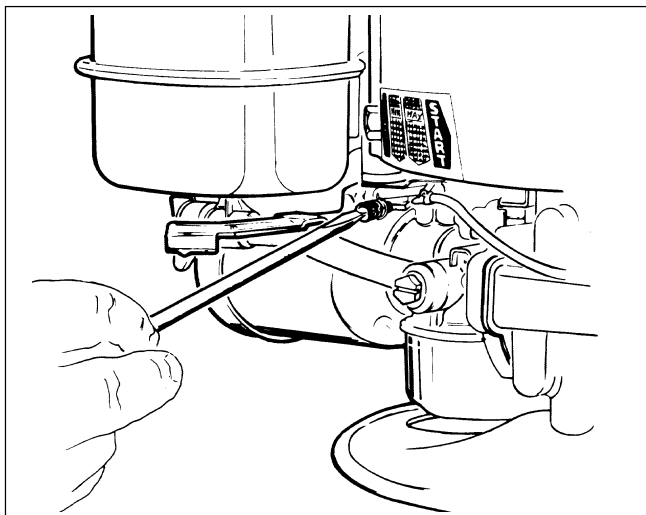

Fig. 5
- Tourner la vis dans le sens contraire des aiguilles d'une montre pour diminuer la vitesse (voir Fig. 5).